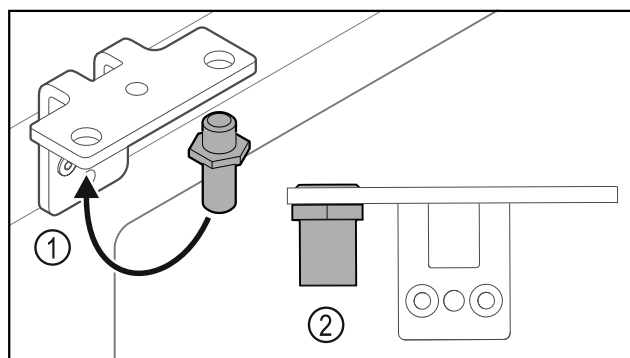

Fig. 35
- ▶ Perkelkite kaištį Fig. 35 (1) šarnyriniame kampuočiuje.
- ▶ Priveržkite kaištį Fig. 35 (2) **12 Nm** sukimo momentu.